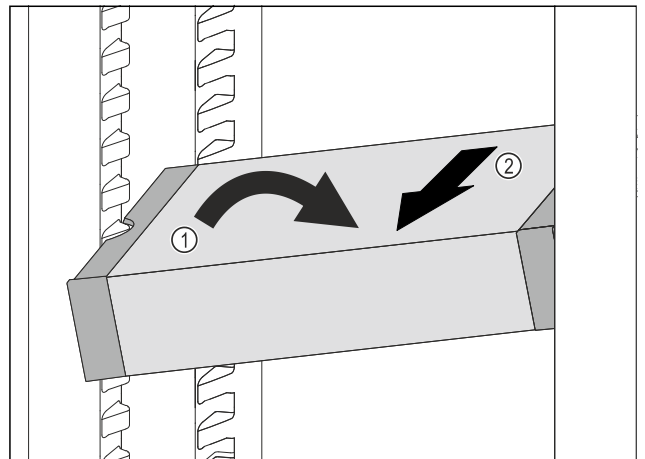

Fig. 143
- ▶ Встановити VarioSafe під кутом в охолоджувальному відділенні. Fig. 143 (1)
- ▶ Витягнути VarioSafe вперед. Fig. 143 (2)